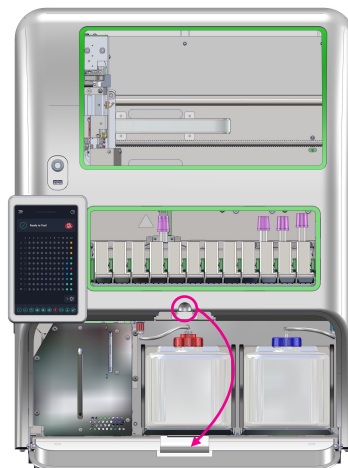

Figure 60
1. Ouvrez la porte d'accès du compartiment à bouteilles (figure 60).